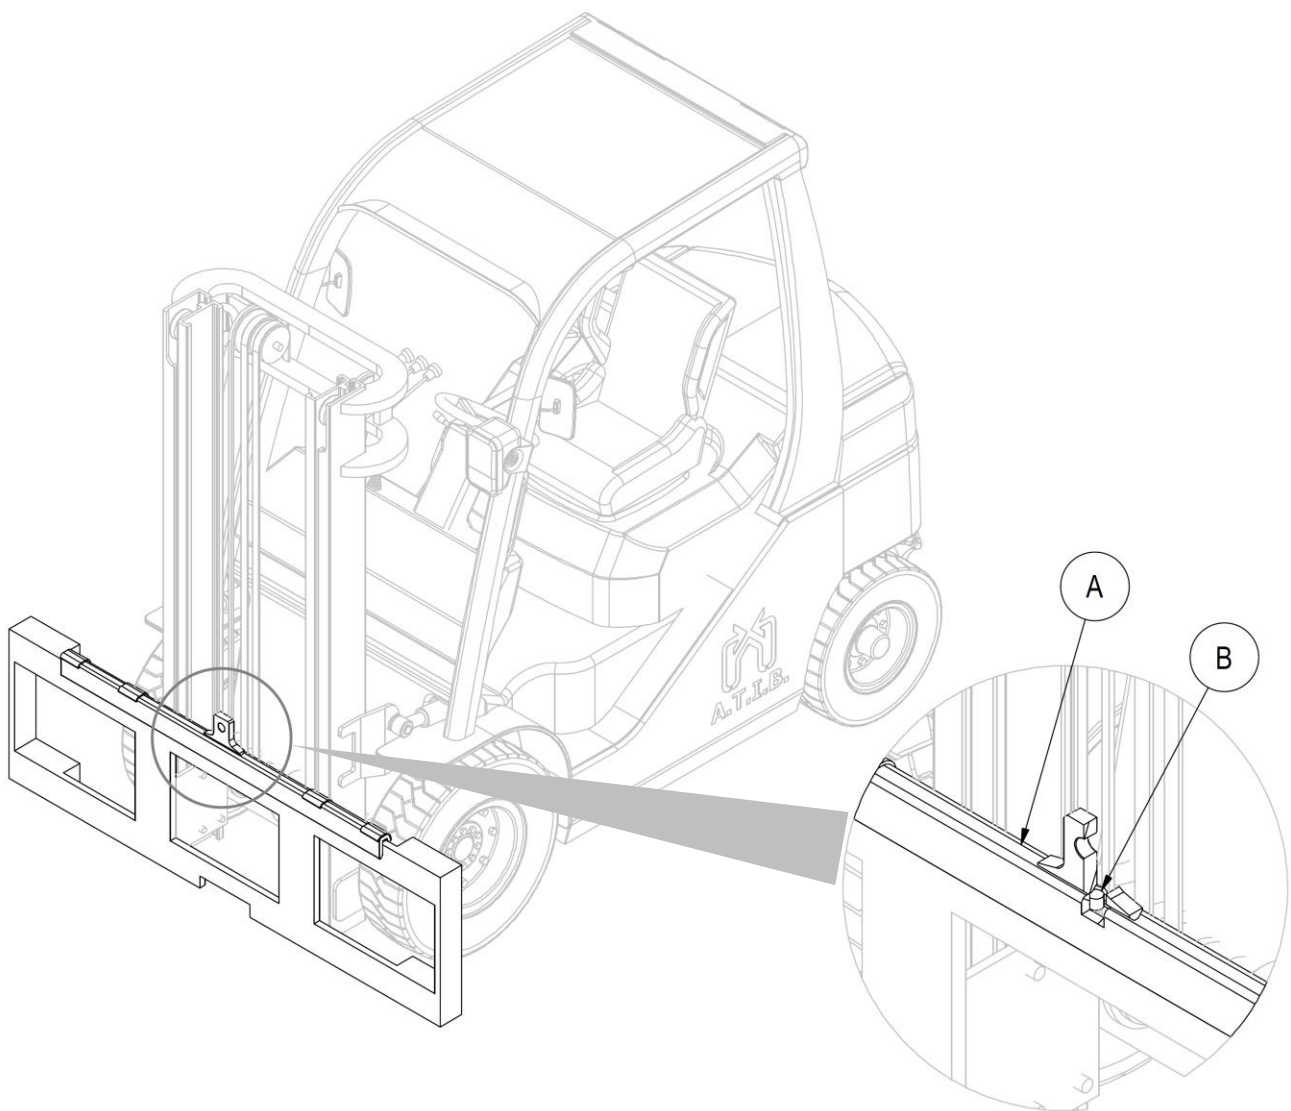

Figura 6
6. Dopo aver rimosso il cilindro traslatore, prendere manualmente il doppio gancio **A** (con le relative bocche di scorrimento) e posizionarlo sul profilo superiore della piastra porta forche, avendo cura di incastrare il perno di centraggio **B** nella tacca centrale della stessa (vedi *Figura 6*).